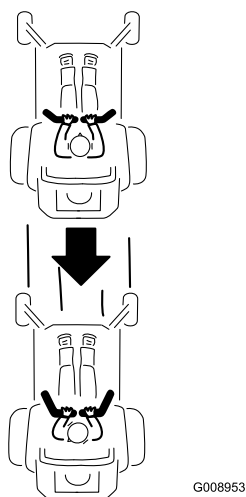

Figure 22
2. Pour vous déplacer en marche arrière, tirez doucement les leviers en arrière (Figure 22).